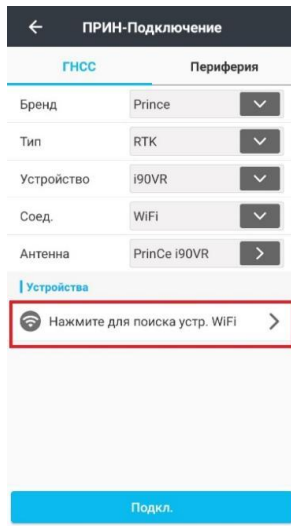

Рисунок 5.1.7
3. Нажмите на кнопку для поиска устройств Wi-Fi (Рисунок 5.1.7).